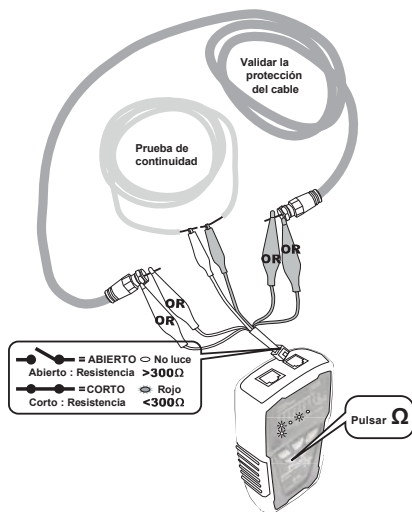

Ilustración 9 Pruebas de cable coaxial y de continuidad
Siga las instrucciones de la Ilustración 9 para validar la protección del cable durante la prueba del mapeo de cables.
1. Conecte el transmisor al circuito como se muestra en la Ilustración 9. Conecte los electrodos a las conexiones eléctricas, clavijas RJ11 y RJ45.